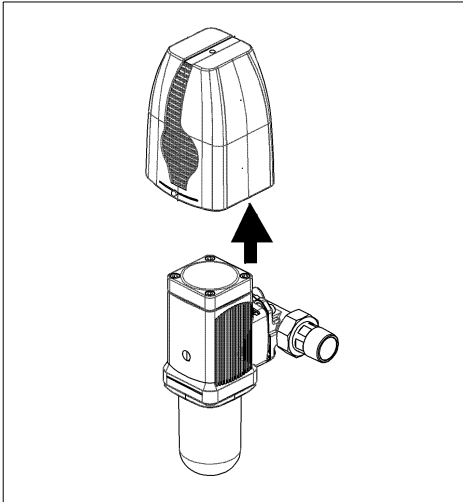

Abb. 2:
- 2 Abdeckhaube nach oben abnehmen (Abb. 2).